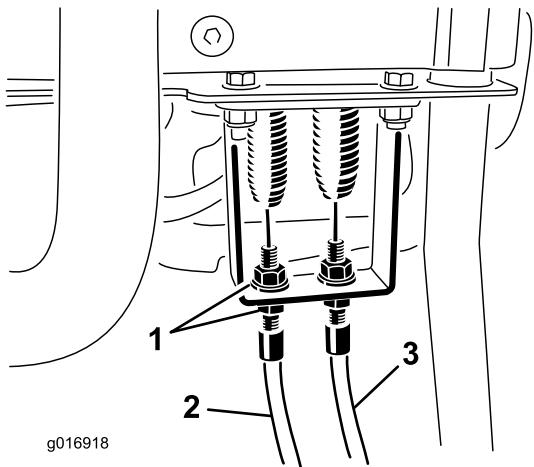
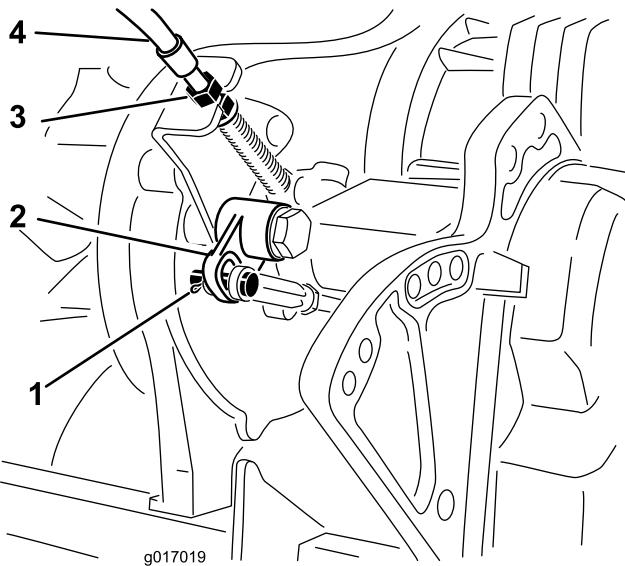

Рисунок 45
Рисунок 46
- Проверьте наличие слабины в тросике управления тягой у пружины растяжения (Рисунок 45). При наличии слабины отрегулируйте зажимную гайку на переходнике (Рисунок 46) для устранения слабины тросика без растяжения пружины.
- Снимите шплинт и палец с головкой, которые крепят ушко тяги к изогнутому рычагу. Отсоедините ушко от изогнутого рычага (Рисунок 46).
- У переходника трансмиссии (Рисунок 46) отрегулируйте зажимные гайки тросика так, чтобы уменьшить расстояние до изогнутого рычага в соответствии с предыдущим изменением.
- Во время регулировки тросика у переходника пульта управления отрегулируйте зажимные гайки тросика так, чтобы устраниТЬ всю слабину тросика, не растягивая пружину (Рисунок 45).
3. На переходнике рукоятки управления ослабляйте тросик управления барабаном, пока на нем не появится слабина (Рисунок 45).